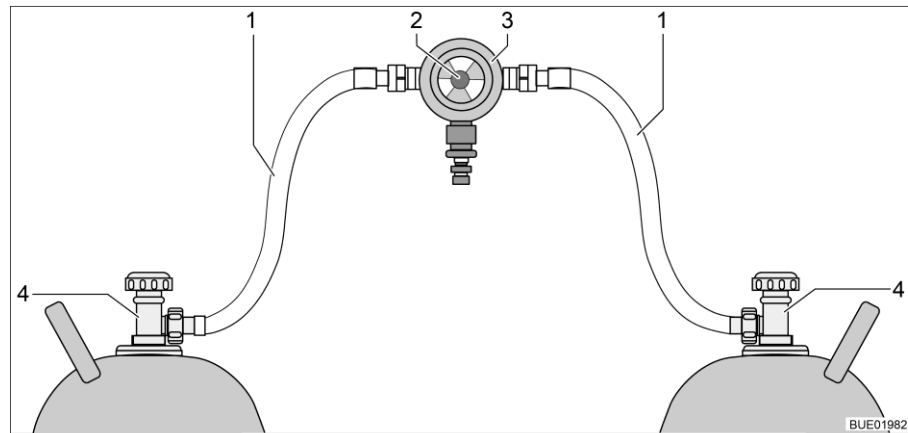
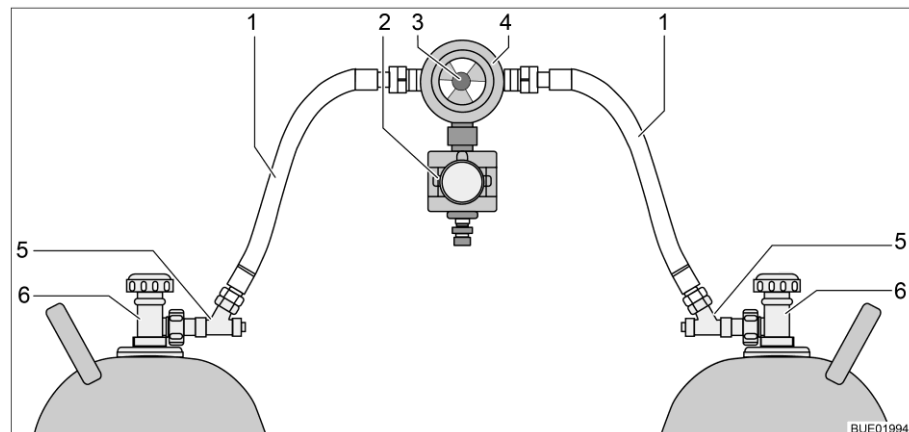

Bild 101 Omkopplingsenhet för gasflaskor
Bild 102 Omkopplingsenhet för gasflaskor med CPU
Omkopplingsenheten för gasflaskorna består av en kombinerad gastrycksregulator med omkopplingsventil och visning (Bild 101,3). Omkopplingsenheten för gasflaskor är monterad mellan de två gaslangarna (Bild 101,1).
Omkopplingsenheten för gasflaskorna består av en kombinerad gastrycksregulator med omkopplingsventil och visning (Bild 102,4) och en elektroventil (Bild 102,2). Elektroventilen spärrar vid kraftig bromsning, olycksfall eller kraftig lutning, av gastillförseln till fordonet. Omkopplingsenheten för gasflaskor är monterad mellan de två gaslangarna (Bild 102,1) med slangbrottssäkringar (Bild 102,5).
Med vredet (Bild 101,2 resp. Bild 102,3) på omkopplingsenheten, ställer du in vilken av gasflaskorna som ska användas som driftflaska och vilken gasflaska ska användas som reservflaska.
Med kontrollenheten (Bild 103) kan endast de elektriska funktionerna styras. Gasflaskornas huvudavstängningsventiler (Bild 101,4 resp. Bild 102,6) måste öppnas eller stängas för hand.
- Öppna huvudavstängningsventilerna på gasflaskorna (Bild 101,4 resp. Bild 102,6).
- Tryck in slangbrottssäkringarna (Bild 102,5) i 10 sekunder, efter varandra.
- Välj med vredet (Bild 101,2 resp. Bild 102,3) på omkopplingsenheten, gasflaskan som ska prioriteras (driftflaska). Vrid alltid vredet till stoppläget.
- Stäng huvudavstängningsventilerna på gasflaskorna (Bild 101,4 resp. Bild 102,6).